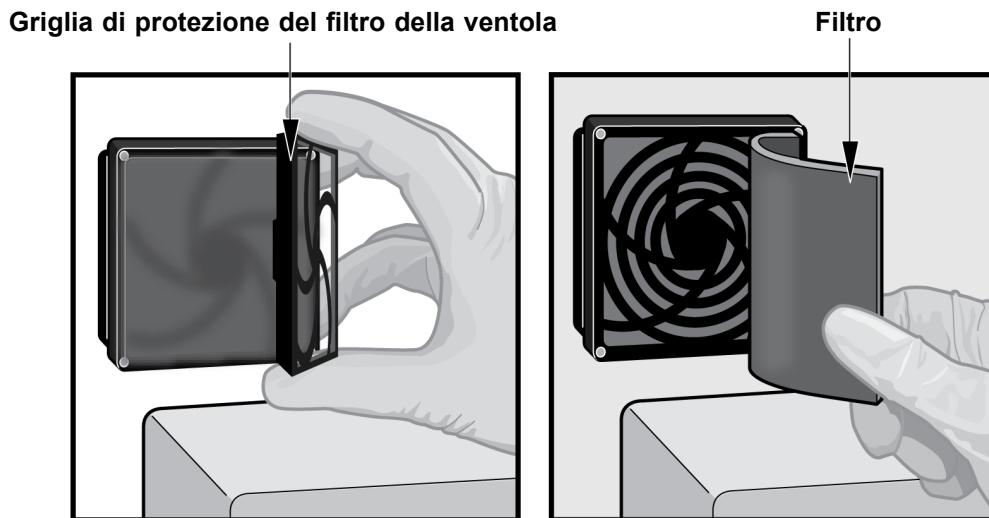

Figura 9-19. Rimozione della griglia di protezione del filtro della ventola
Pulire i filtri delle ventole una volta alla settimana o più spesso, se necessario. Su GeneXpert GX-XVI R1 sono presenti quattro filtri delle ventole. I filtri delle ventole sono situati sul retro di GX-XVI R1. Vedere la Figura 9-19. Di seguito sono riportati i materiali necessari per la procedura.
4. Estrarre con delicatezza il coperchio del filtro della ventola dall'alloggiamento con uno scatto (vedere la Figura 9-19) e metterlo da parte per il resto della procedura di rimozione e pulizia del filtro.
5. Rimuovere i filtri sporchi per pulirli. Vedere la Figura 9-19.